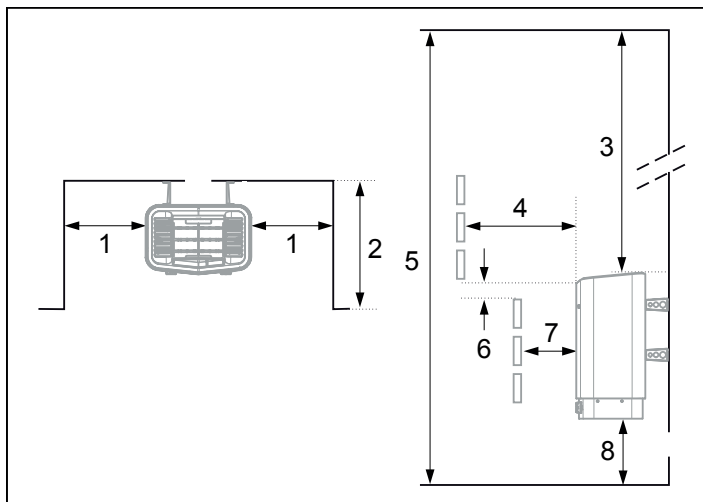

Fig 3: Placering av bastuaggregat - nischmontage
- på samma vägg som dörren (endast i undantagsfall på sidoväggen, men då mycket nära dörrväggen). Aggregatet kan också placeras i nisch (se Fig 3).
Placera aggregatet på säkert avstånd till golv, sidovägg och inredning (se Fig 3).